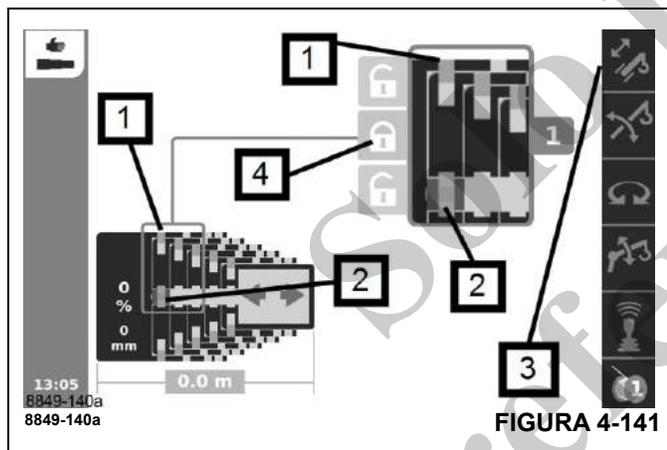

FIGURA 4-141
- Mecanismo telescópico activado – símbolo (3), (Figura 4-141), verde.
- Sección telescópica bloqueada – símbolo (1), (Figura 4-141), verde.
NOTA: Comando de bloqueo disponible – símbolo (4), (Figura 4-141), naranja.
Cilindro telescópico bloqueado – símbolo (2), (Figura 4-141), rojo.